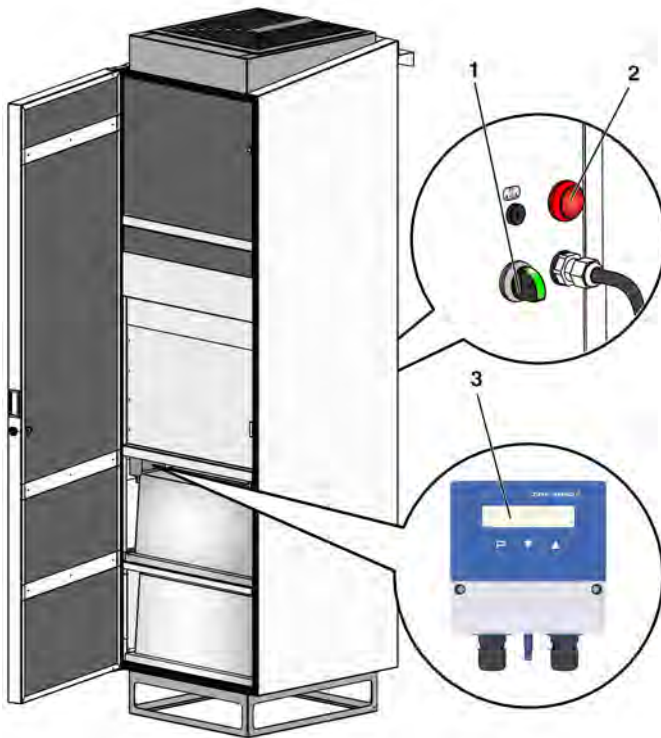

Abb. 12: Statusanzeigen
2. ▶ Gerät am Hauptschalter ( Abb. 12 /1) einschalten.
- ▶ Gerät am Hauptschalter ( Abb. 12 /1) ausschalten.